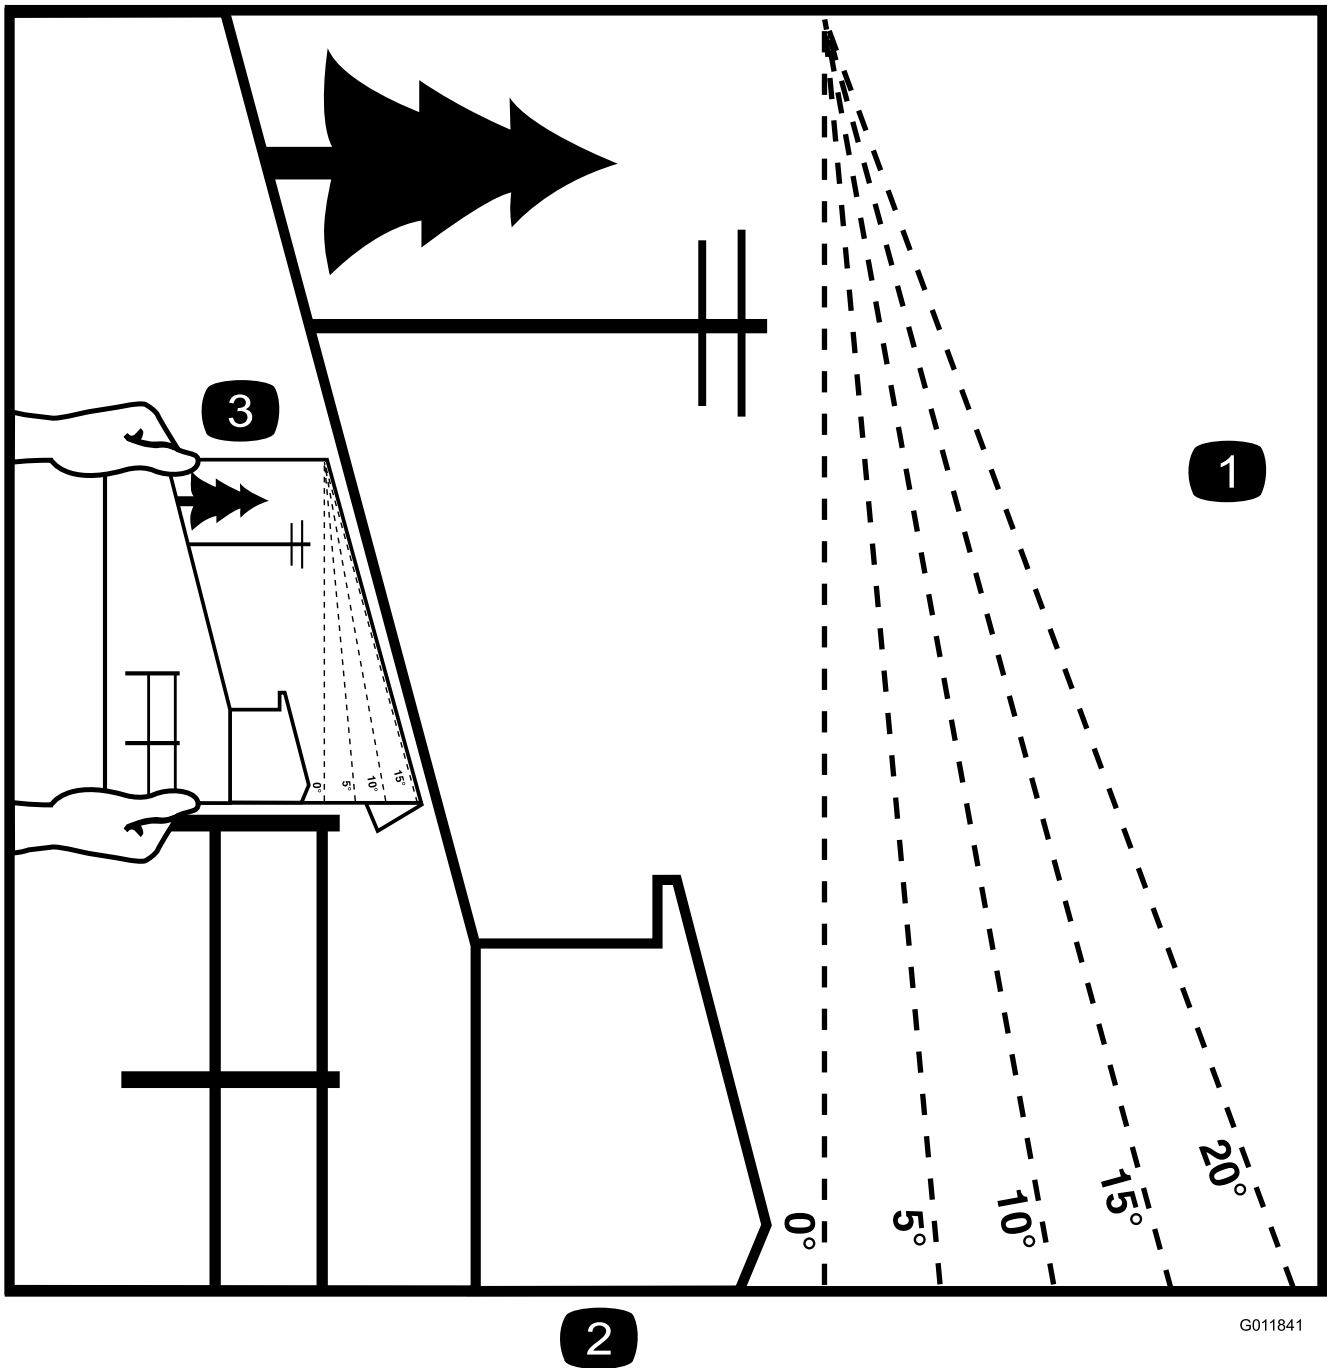

Figura 3
- Use la Figura 3 para determinar el ángulo adecuado de pendiente de la zona que desea airear.